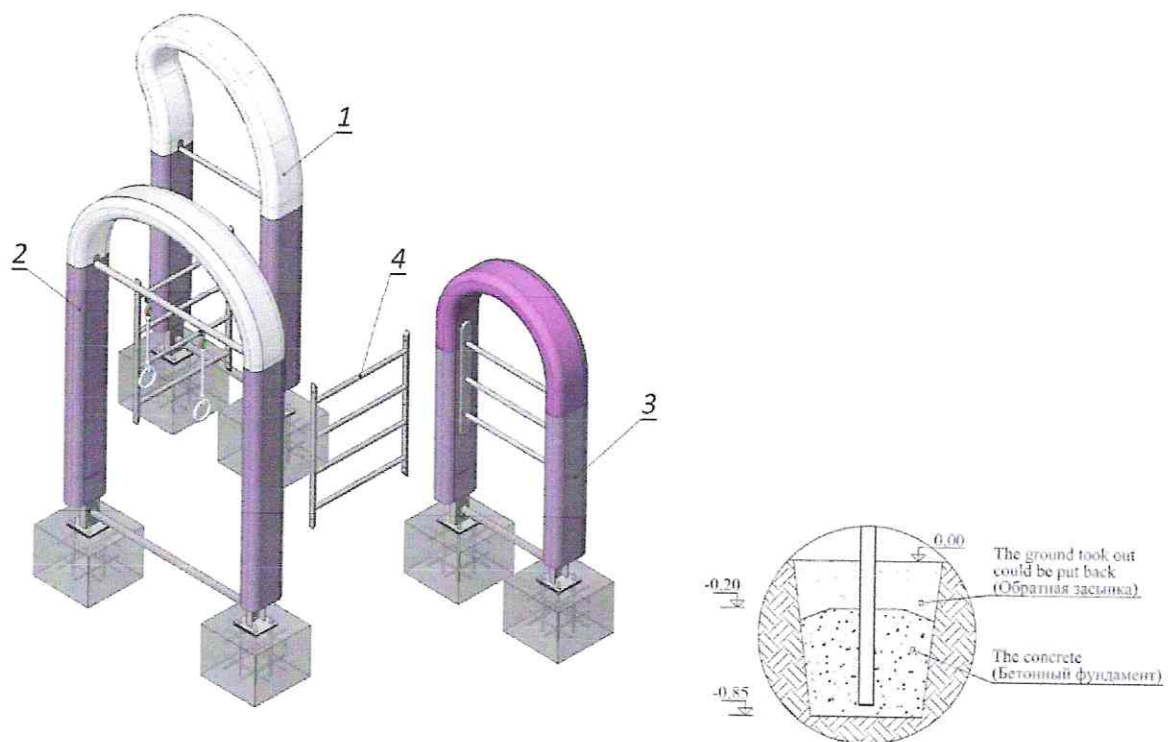

Рис. 3. Схема сборки и монтажа изделия
13.7. Сборка изделия производится согласно схеме: рисунок 3.